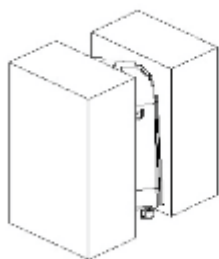

рис. 8
5. Сохраняйте вокруг устройства около 15 см свободного пространства. См. рис. 8.